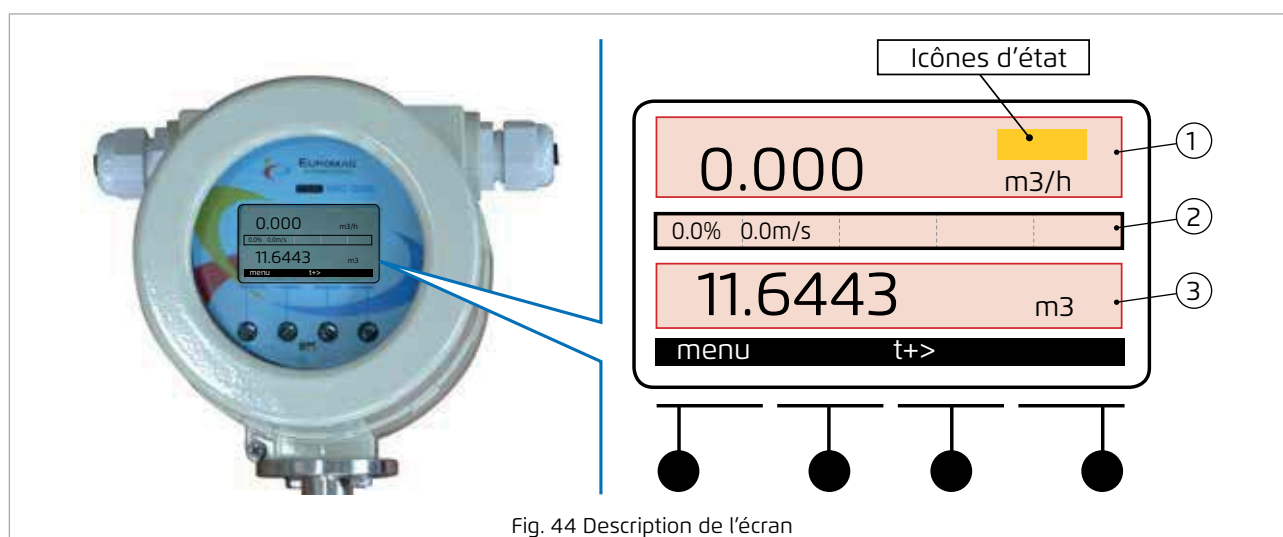

Fig. 44 Description de l'écran
En référence à la Fig. 44, l'écran du convertisseur est divisé en 3 zones principales.
- La zone supérieure (1, Fig. 44) contient les symboles relatifs aux informations sur l'état, avec indication sur la durée de la batterie (MC608B et MC608R), l'alimentation (MC608A) ou l'alimentation et la charge de la batterie (MC608R), ainsi que des symboles d'alarme et de lecture instantanée du débit de l'écoulement (pour plus d'informations sur les icônes affichables et leurs significations, voir le paragraphe «5.2.2 identification et description des icônes d'état»).
- La zone centrale (2, Fig. 44) contient un graphique linéaire du débit indiqué en pourcentage par rapport au débit de l'écoulement à pleine échelle.
- La zone inférieure (3, Fig. 44) peut être sélectionnée par le client et les options possibles sont